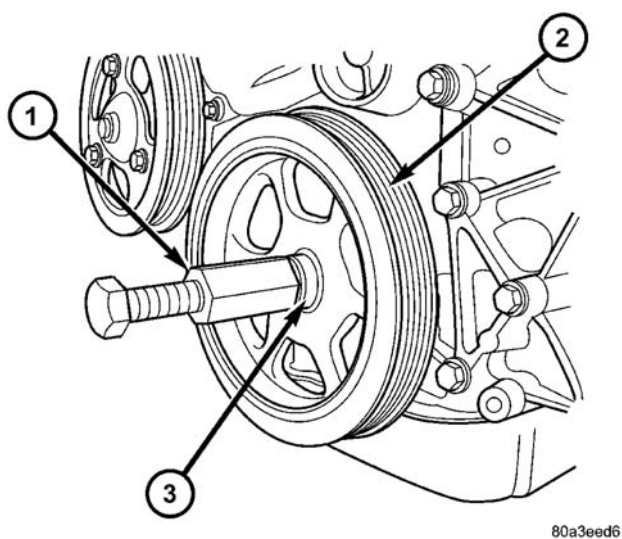

图 90 减震器-安装
(1) 用带止推轴承/垫圈的专用工具 8452 中的强力螺栓和螺母, 安装曲轴减震器(图 90)。